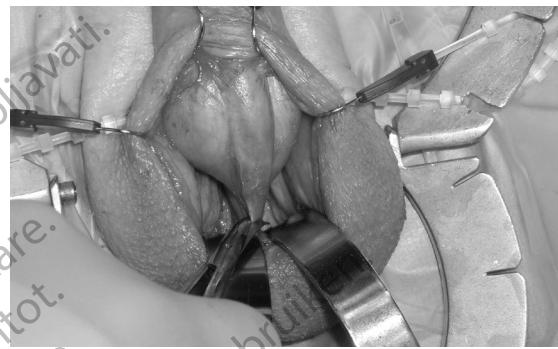

Figura 4-17.
6. Diseccione el septo escrotal de la uretra bulbar. (Figura 4-17)